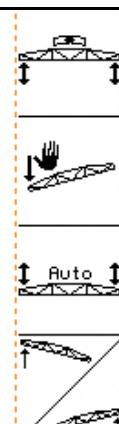

Fig. 17
4. Juster utliggeren horisontalt. Den gjeldende høyden til de to følerne vises kontinuerlig (Fig. 17).